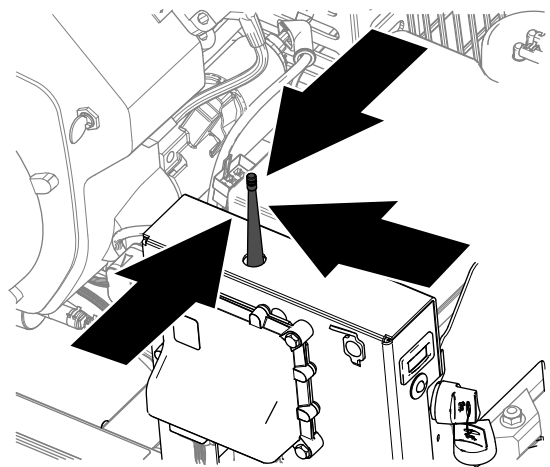

Figura 50
3. Mientras sostiene el control remoto manual, sitúese cerca del módulo de control inalámbrico en una zona con una línea de visión a la antena despejada y sin obstrucciones (Figura 50).